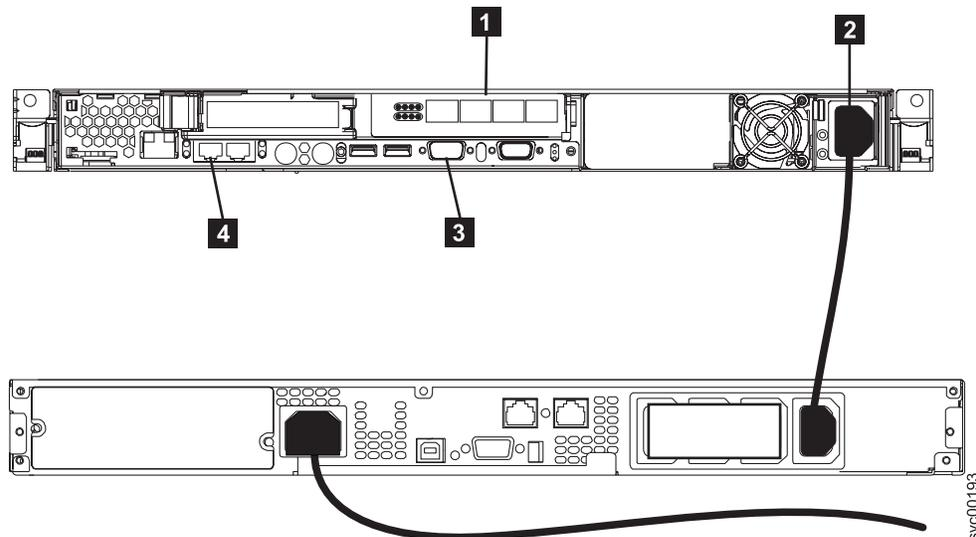

図 1. SAN ボリューム・コントローラー 2145-8F4 および 2145 UPS-1U 用の電源ケーブルとシグナル・ソケット
2. 電源ケーブル **2** が 2145 UPS-1U のロード・セグメント・コンセントに接続されていることを確認します。また、2145 UPS-1U の電源ケーブルのもう一方の端が 2145 UPS-1U からラック内の配分点に接続されていることを確認します。図 1 は、SAN ボリューム・コントローラー 2145-8F4 および 2145 UPS-1U 用のコネクタを示しています。